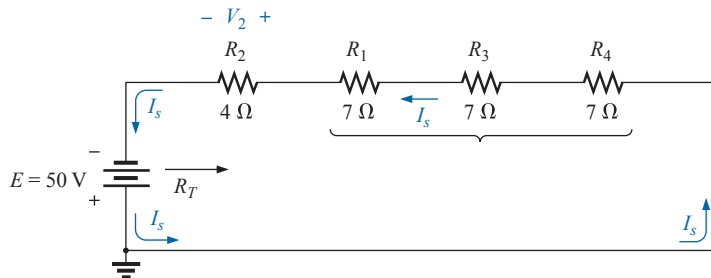

Figura 5.17 Circuito da Figura 5.16 redesenhado para permitir o uso da Equação 5.2.
- a) Os elementos do circuito são rearranjados como mostra a Figura 5.17.
- b) Observe que devido à maneira com que a fonte CC foi conectada, a corrente agora tem uma direção anti-horária, como mostra a Figura 5.17:
c) A direção da corrente definirá a polaridade para V_2 , que aparece na Figura 5.17: